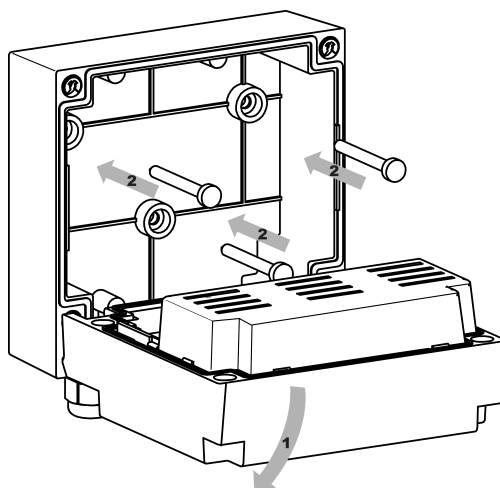

Рисунок 4.13 – Установка на стену
3. Прижать прибор к поверхности монтажа. Вставить в отверстия задней крышки саморезы из комплекта поставки (см. рисунок 4.13, стрелка 1). Закрутить саморезы в поверхность.